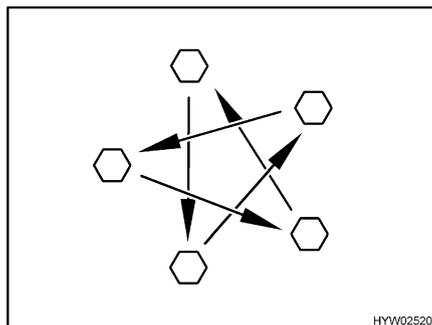

Fig. 162 Serrare a croce i dadi o i bulloni delle ruote
- Controllare regolarmente il serraggio dei dadi o dei bulloni. Regolare a croce (Fig. 162) il serraggio dei dadi o dei bulloni di una ruota sostituita dopo circa 50 km.